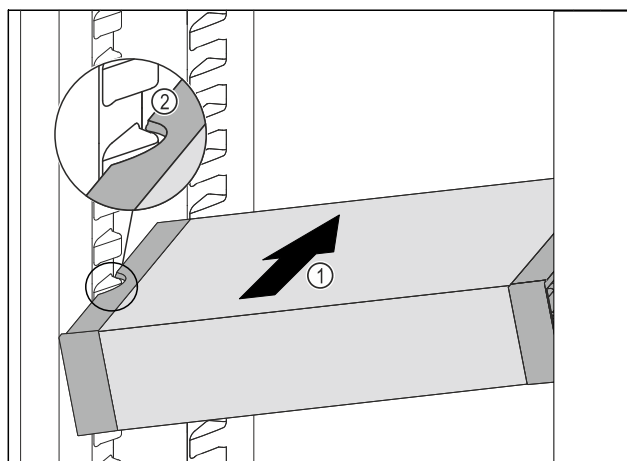

Fig. 102
- ▶ 将 VarioSafe 斜插入冷藏区中 Fig. 102 (1)，直至 VarioSafe 的侧部凹槽 Fig. 102 (2) 与冷藏区中的容器肋梁持平。